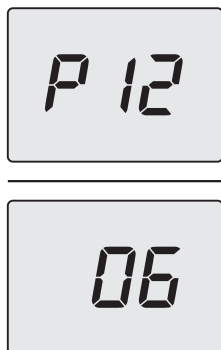

Figura 5.66
- Scorrere i vari parametri utilizzando i tasti 12 (indietro) o 14 (avanti) fino a far apparire sul display LCD le lettere **P12** che si alternano con il valore del parametro (Figura 5.66).